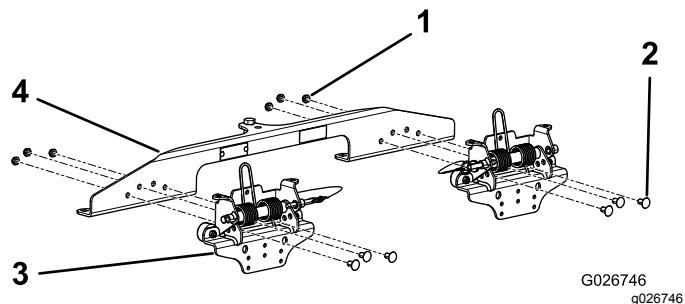

Figura 2
1. Alinee los taladros de cada uno de los conjuntos de soporte a resorte con los taladros del soporte de la placa escarificadora, según se muestra en Figura 2.
2. Usando 6 pernos y 6 contratuercas, sujeté los conjuntos de soporte a resorte al soporte de la placa escarificadora (Figura 2).